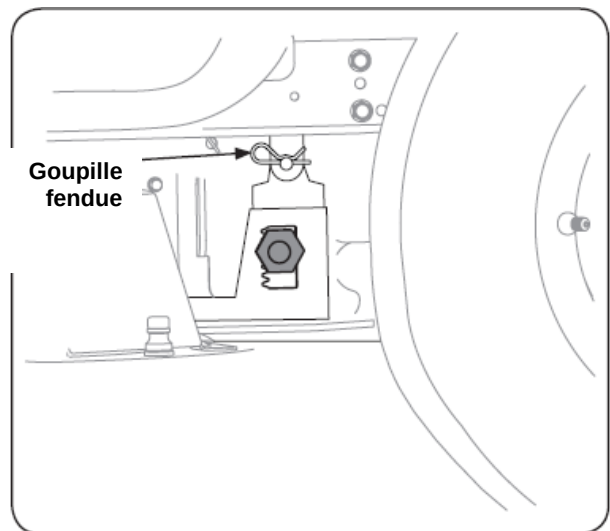

Figure 7-5
6. Tirez les goupilles fendues à l'extérieur des quatre supports de réglage de levage de plateau. Consultez la Fig. 7-5.